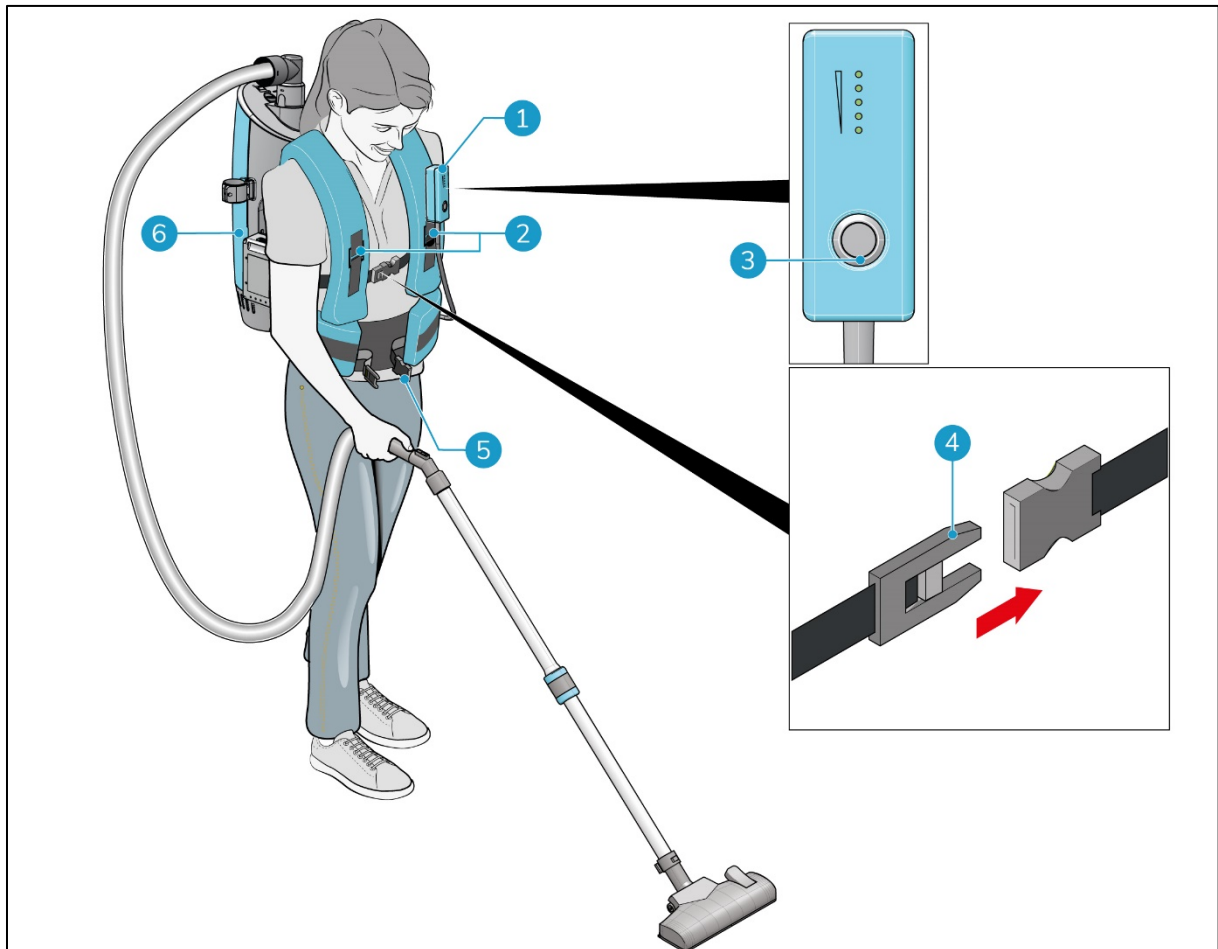

Figura 15
5. Coloque o i-move 2.5B® nas suas costas (Figura 15, posição 6).
6. Feche o cinto; ajuste-o até estar confortável (Figura 15, posição 5).
7. Aperte as 2 fivelas até se sentir confortável (Figura 15, posição 2).
8. Feche a fivela da frente (Figura 15, posição 4).
9. Prenda o controlo remoto no cinto ou num dos laços da fivela (Figura 15, posição 1).
10. Prima o botão ligar/desligar (Figura 15, posição 3) para ligar o i-move 2.5B.
1. Prima o interruptor ligar/desligar (Figura 15, posição 3) para desligar o i-move 2.5B®.
2. Abra a fivela da frente (Figura 15, posição 4).
3. Desaperte as duas fivelas (Figura 15, posição 2).
4. Abra o cinto (Figura 15, posição 5).
5. Remova o controlo remoto do cinto ou de um dos laços da fivela (Figura 15, posição 1).